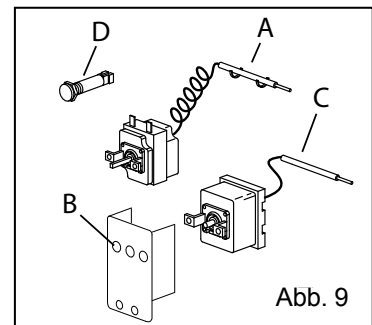

Abb. 9
- Thermostatkuigel von der Halterung abschrauben (Abb. 9/A)
- Sicherheitsthermostat aus der Halterung ziehen (Abb. 9/B)
- Thermostatkuigel von der Halterung abschrauben (Abb. 9/C)
- NEUE LAMPE EINSETZEN (ABB. 9/D)